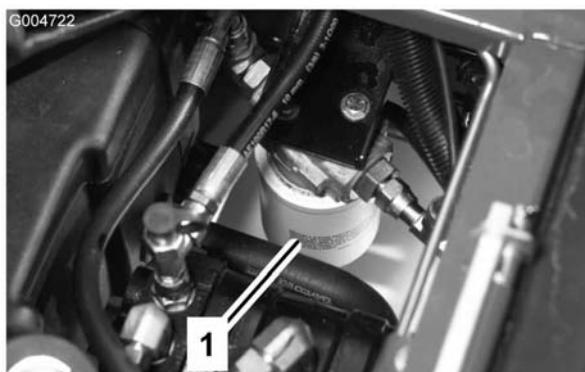

Figure 71
2. Nettoyez la surface autour de la surface de montage du filtre. Placez un bac de vidange sous le filtre et enlevez le filtre (Figure 71).